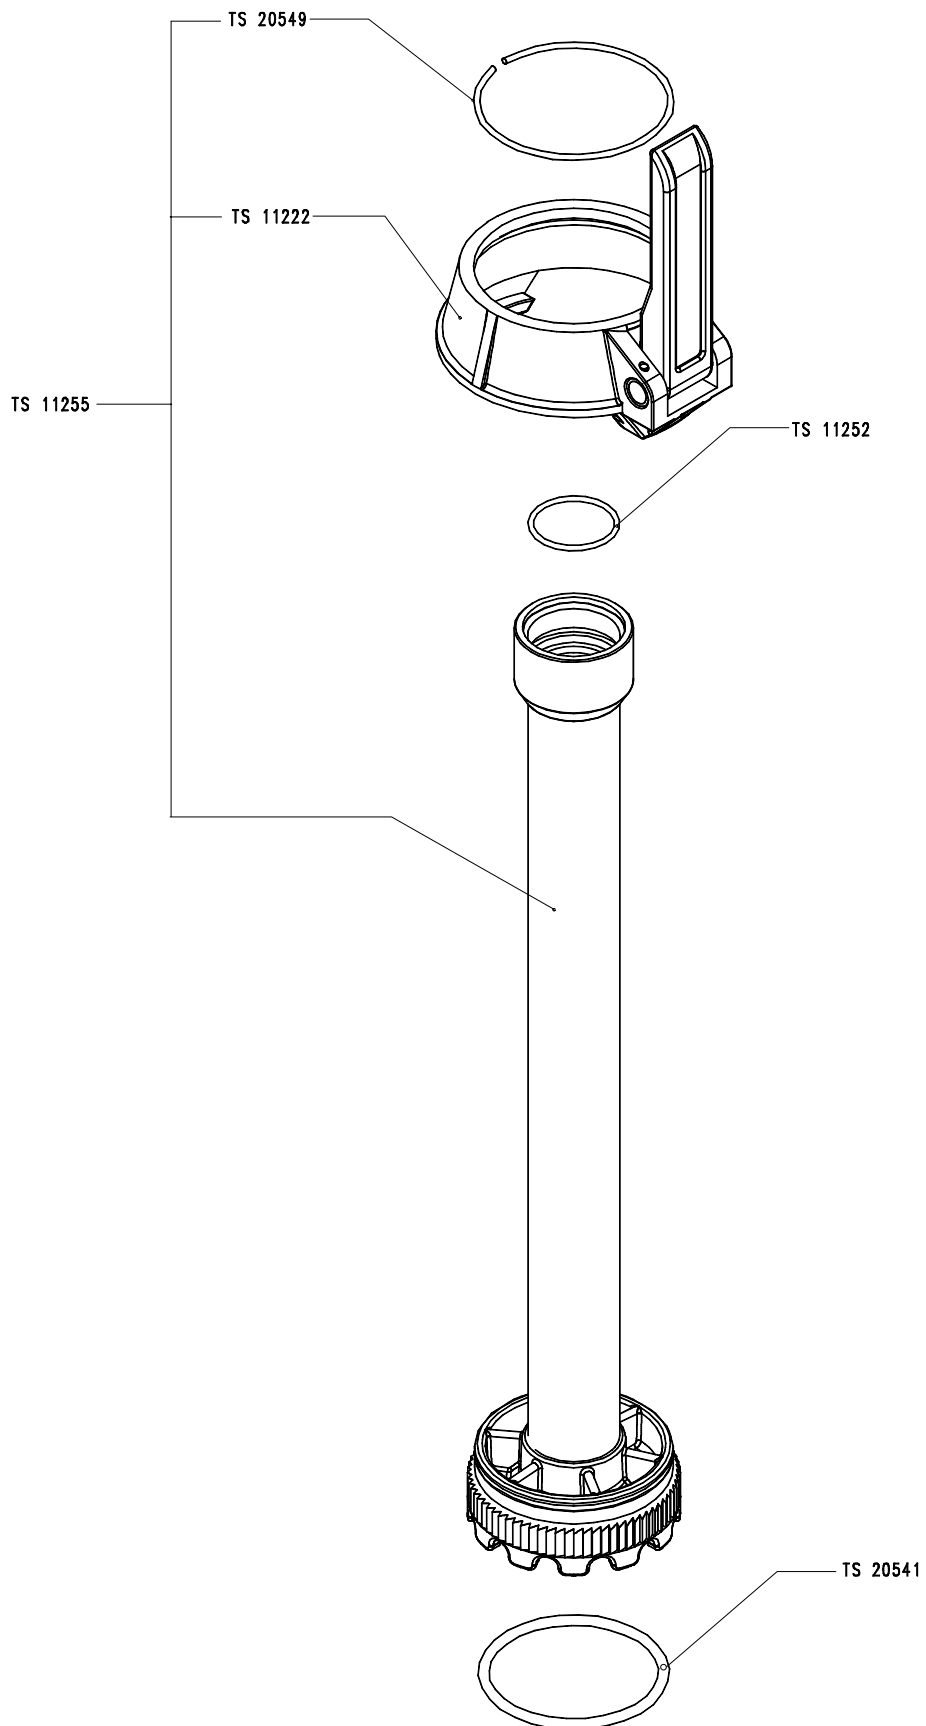

Рисунок 12-6: защитная трубка SS1-Q2 TS 10183, запчасти
- Рисунок 12-6: защитная трубка SS1-Q2 TS 10183, запчасти